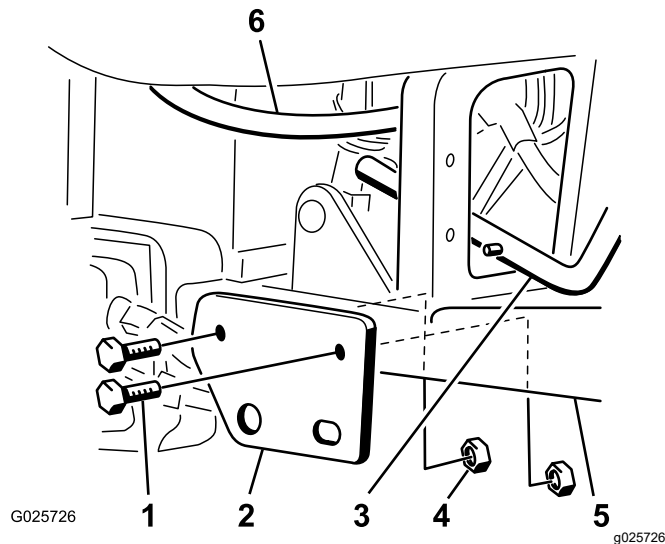

Figure 2
5. Fixez le support de montage du levier de levage du scarificateur sur les tubes du repose-pied droit à l'aide de 2 boulons (½ x 3¼ po) et de contre-écrous minces (½ po), comme montré à la Figure 2.
Remarque: Il doit exister un espace minimum de 3 mm (1/8 po) entre la conduite hydraulique et le levier de levage. Positionnez la conduite hydraulique délicatement selon les besoins (Figure 2).